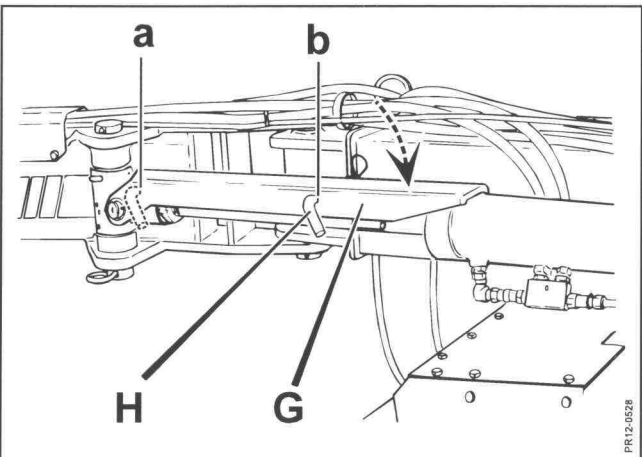

Fig. 3-11
- Fig. 3-11 9) THE SAFETY LATCH ON THE SHIFT CYLINDER IS PUT INTO WORKING POSITION.**